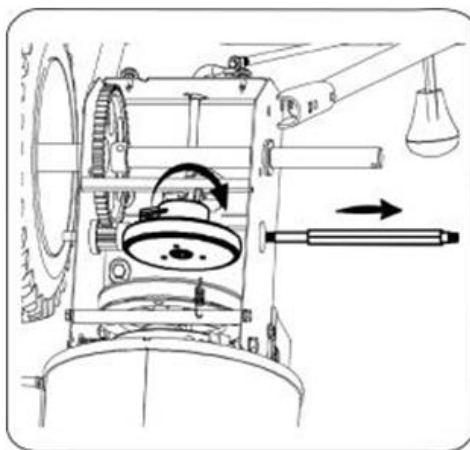

Рисунок 35
4. Осторожно сместите шестигранный вал вниз и влево, а затем снимите узел фрикционного колеса с вала (рис.35).